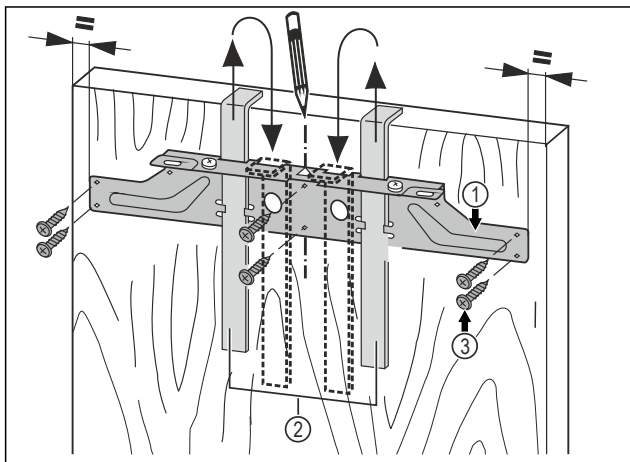

Fig. 38
- Agățați traversa de fixare Fig. 38 (1) cu ajutoarele de montaj Fig. 38 (2) pe partea interioară a ușii mobilierului.
- Aliniați traversa de fixare Fig. 38 (1) central pe ușă.
- Înșurubați traversa de fixare Fig. 38 (1) cu cel puțin 6 șuruburi Fig. 38 (3).
- Înșurubați traversa de fixare Fig. 38 (1) pe margine cu 4 șuruburi Fig. 38 (3).
- Scoateți ajutoarele de montaj Fig. 38 (2) în sus și introduceți-le rotite în deschiderile de montare adiacente.